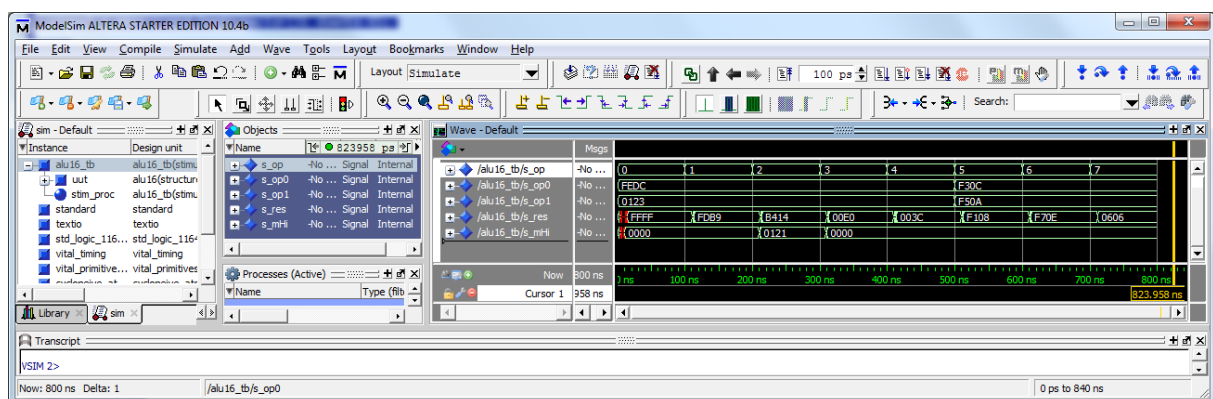

Figura 16 – Resultados da simulação temporal da ALU de 16 bits com a *testbench* “ALU16_Tb”.
11. A simulação arrancará automaticamente, através de uma *script* gerada pelo “Quartus Prime” e de acordo com a configuração realizada no ponto 7. Analise os resultados da simulação (que deverão ser semelhantes aos apresentados na Figura 16) e observe os atrasos de propagação entre a modificação dos operandos de entrada e a atualização do resultado à saída da ALU. Faça “Zoom In” das forma de onda na janela “Wave” de forma a observar as múltiplas transições espúrias (*glitches*) que ocorrem sempre que o resultado da ALU é atualizado. A que se devem estes *glitches*?